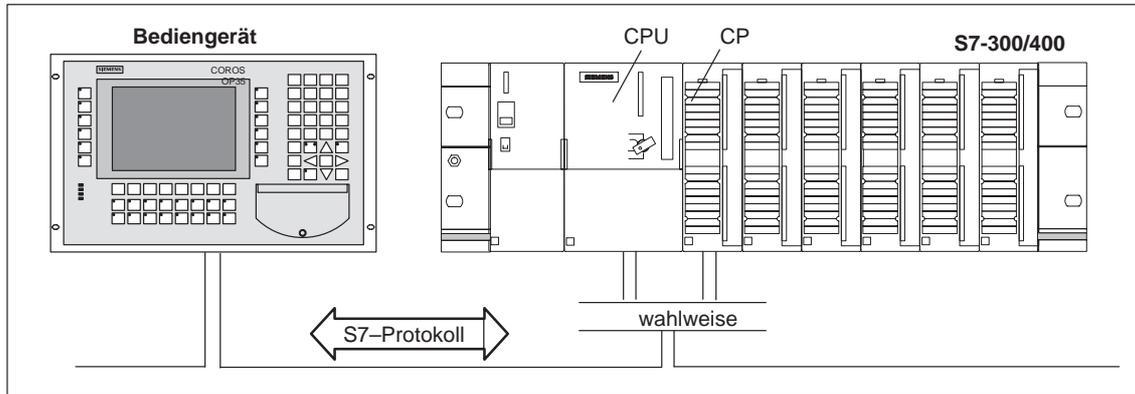

Bild 1-8 PROFIBUS–DP-Kopplung
**Anschluß** Das Bediengerät wird über die integrierte PROFIBUS–DP-Schnittstelle der CPU oder einen CP an die SIMATIC S7 angeschlossen (Bild 1-8).